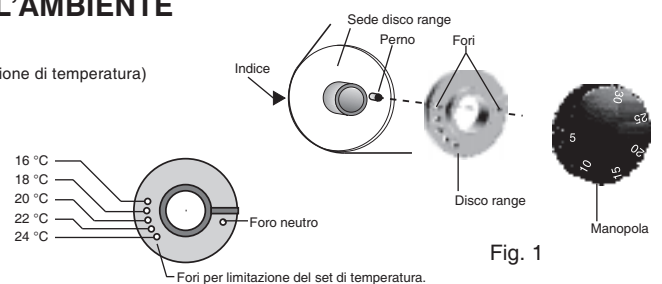

Fig. 1
- Estrarre il "disco range" quindi reinserirlo facendo corrispondere il foro relativo alla temperatura massima desiderata con il perno situato sul termostato (fig. 1)